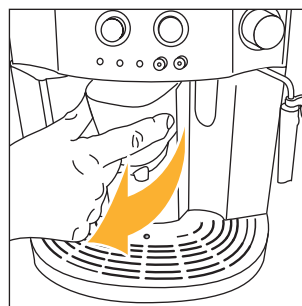
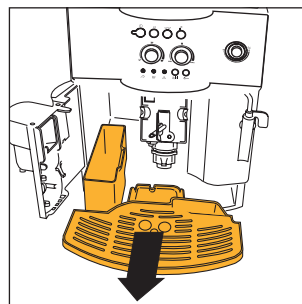

Fig. 15
Fig. 16
BEMÆRK 7: maskinen tæller det antal kopper kaffe, der bliver brygget. Kontrollampen ☹ tændes efter hver 14. enkelt kop kaffe (eller 7. dobbelt kop kaffe), for at vise at kaffegrumsbeholderen er fuld og skal tømmes og renses. Så længe rensning af kaffegrumsbeholderen ikke foretages, bliver kontrollampen ved med at være tændt, og maskinen kan ikke brygge kaffe. For at kunne foretage rengøringen skal lågen på bagsiden åbnes ved at trække i vandudløbsrøret (fig. 15); kontrollampen ☹ tændes og blinker (jvf. par. 12 punkt 9); træk dråbeopsamlingsbakken ud (fig. 16) tøm den og rens den. Udtøm og rens kaffegrumsbeholderen omhyggeligt idet du sørger for at fjerne alle eventuelle aflejringer på bunden. Tør også eventuelle kondensdråber op, der har lagret sig inden i maskinen, under dråbeopsamlingsbakken. **VIGTIGT:** når man trækker dråbeopsamlingsbakken ud **SKAL** man altid tømme kaffegrumsbeholderen, selv om den ikke er fyldt helt op. Hvis denne operation ikke foretages, kan det ske at kaffegrumsbeholderen under de følgende brygninger fyldes for meget op og maskinen derfor tilstoppes af grums.
- luk servicelågen op (fig. 15);
- træk dråbeopsamlingsbakken og kaffegrumsbeholderen ud (fig. 16) og vask dem;